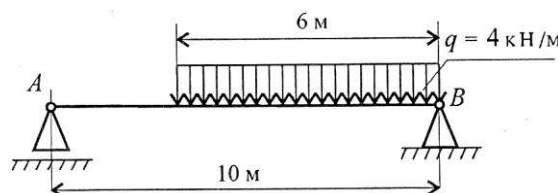

Рис.15
5. Замените распределенную нагрузку сосредоточенной и определите расстояние от точки приложения равнодействующей до опоры А(рис.15)